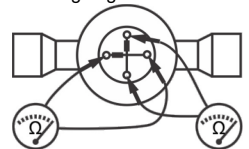

Fig. 5
- Für Überprüfung des Schrittmotors: Steckerkabel vom Ventil entfernen. Ohmmeter mit geeignetem Bereich verwenden. Wicklungswiderstände pro Phase an den gegenüberliegenden Pins entsprechend Fig. 5 und den Daten in untenstehender Tabelle messen.